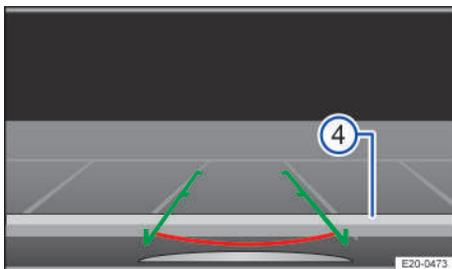

Fig. 112 Visualización en la pantalla del sistema de infotainment: centrar el vehículo en el hueco de aparcamiento.
4. Detenga el vehículo cuando la línea horizontal haya alcanzado la delimitación trasera → fig. 112 ④.